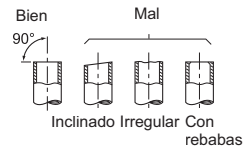

Fig. 2
- Si la manguera de drenaje suministrada con la unidad interior es demasiado corta, conéctala con la manguera de drenaje (I) que debe suministrar el distribuidor. (Fig. 2)